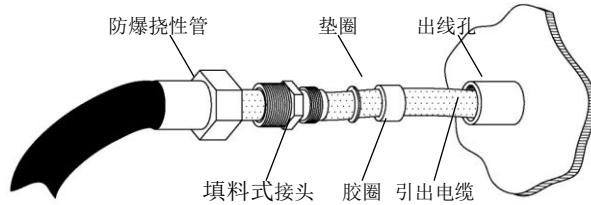

图 4.
a. 如图 4，预先为电缆套上防爆挠性管组件；取下堵头后，保留标配的垫圈和胶圈（也可以使用包装箱内的备件）。